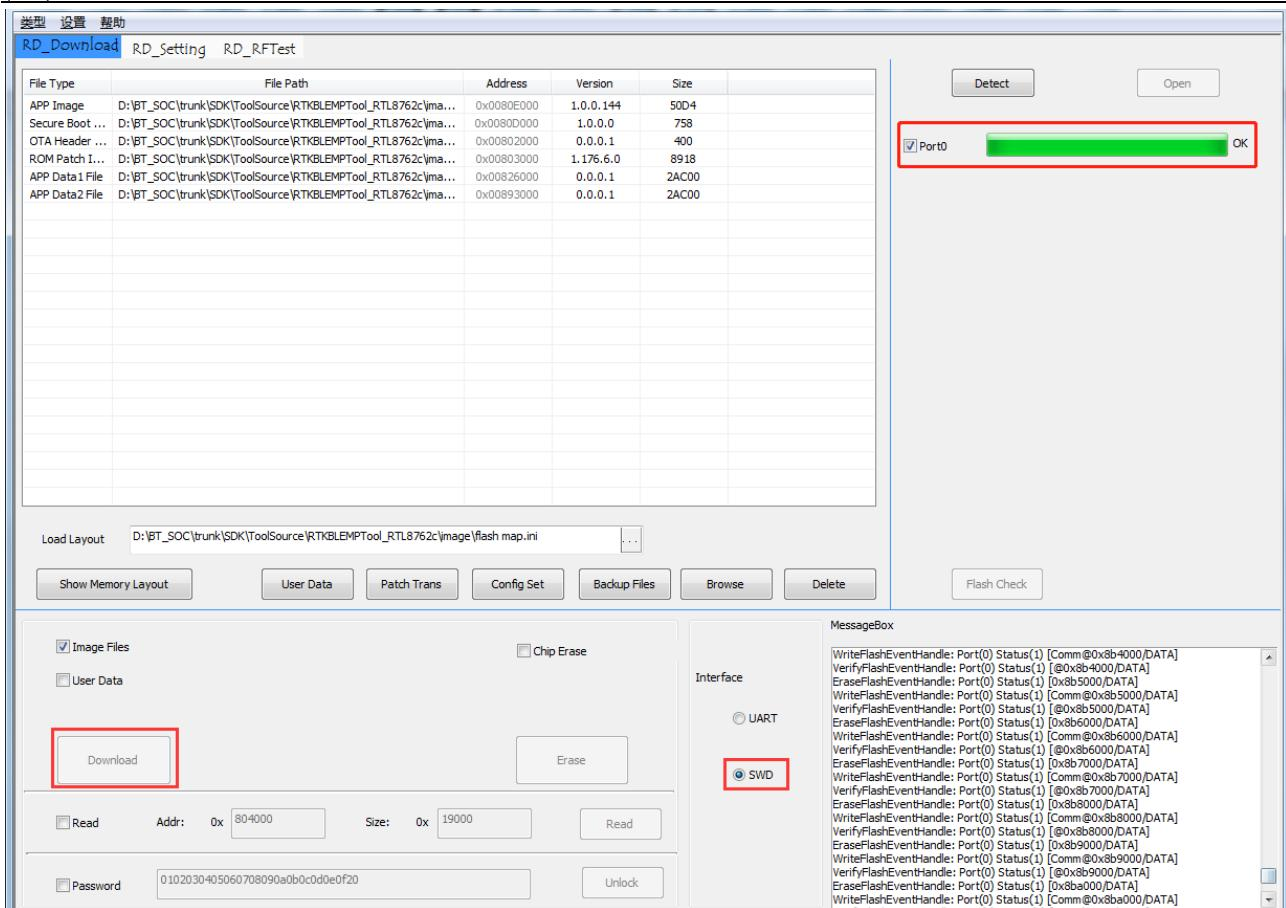

图 8-17 SWD 下载
- 8) 点击“Download”按钮下载，如图 8-17 所示。